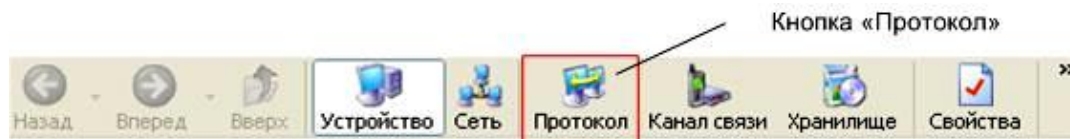

Рисунок 6.9 – Кнопка «Протокол» на панели инструментов
6.6 Нажать на панели инструментов кнопку «Протокол» (или через меню «Справочник → Протокол обмена») (рисунок 6.9). В результате откроется окно «Справочник».